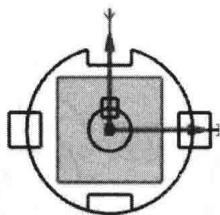

图 1.2.9 快速修剪 1
Step7. 快速修剪。单击“快速修剪”按钮 \times ，系统弹出“快速修剪”对话框，修剪多余的线条结果如图 1.2.9 所示。